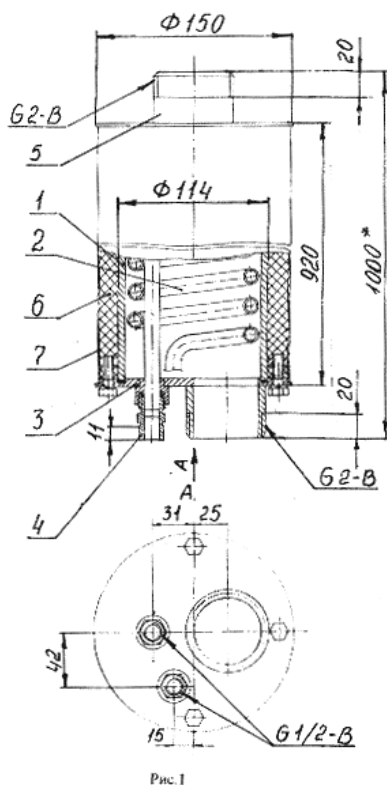

Рис. 1
4.1 Водонагреватель состоит из следующих основных частей, см. рис. 1:
- змеевика (2), расположенного внутри корпуса и омываемого котловой водой;
- фланца нижнего (3) со штуцером (4) для подключения к системе горячего водоснабжения;
- патрубков (5) для подключения к системе отопления;
- теплоизоляционного материала (6) и кожуха (7).